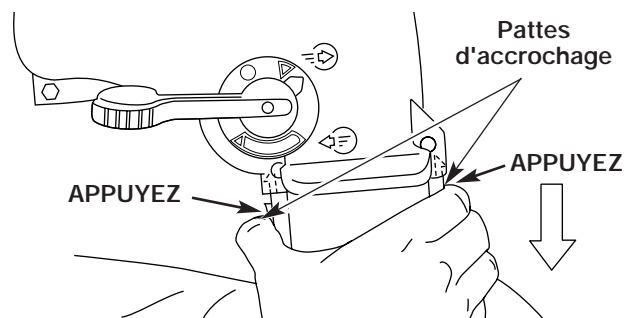

Fig. 19
1. Appuyez sur les pattes d'accrochage des deux côtés du tube du sac et retirez le sac de l'appareil vers le bas (Fig. 19).